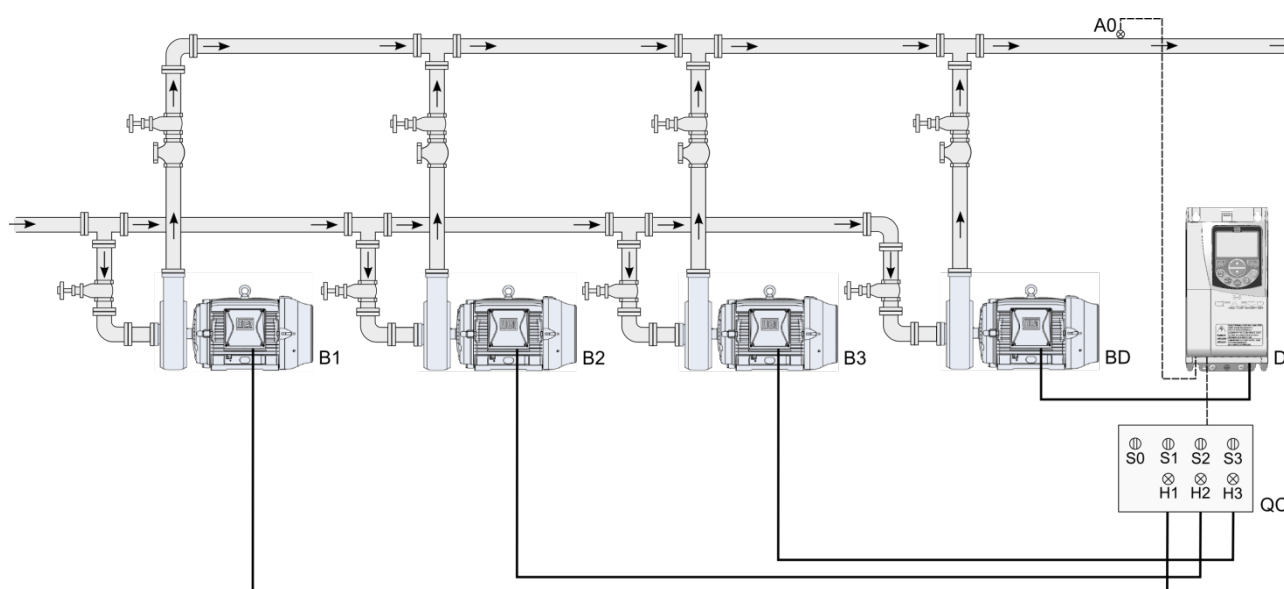

Figura 2.15 – Pump Genius Multipump com controle fixo e setpoint do controle via HMI
A figura 2.15 apresenta um acionamento típico com quatro bombas em paralelo e setpoint do controle via HMI, sendo basicamente composto por:
As bombas 1 a 3 podem ser acionadas por contatores (partida direta ou estrela-triângulo), chaves de partida estática (softstater), relés inteligentes, etc. As sinalizações H1, H2 e H3 não são necessárias para o funcionamento do Pump Genius Multipump com controle fixo, 4 bombas em paralelo e setpoint do controle via HMI, pois servem somente para indicar a condição de funcionamento das bombas no quadro de comando (QC). Na figura 2.15, as sinalizações H1, H2 e H3 vêm de contatos auxiliares dos contatores K1, K2 e K3 que acionam as bombas 1, 2 e 3.